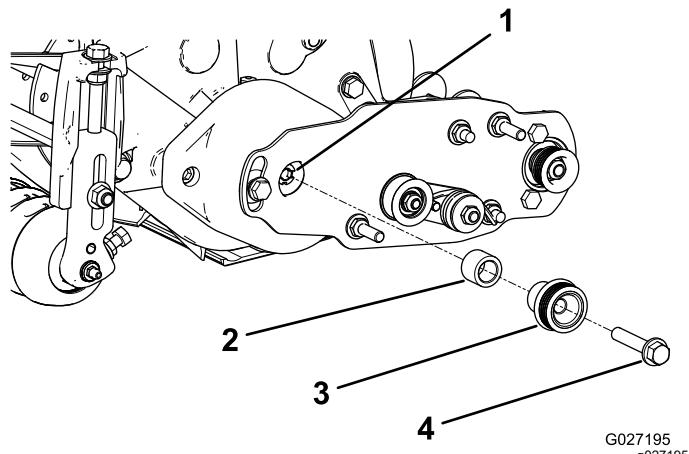

Figure 15
1. Insérez l'entretoise sur l'arbre du logement de roulement (Figure 15).
2. Insérez la poulie d'entraînement dans l'entretoise et sur l'arbre d'entraînement (Figure 15).
3. Fixez la poulie et l'entretoise à l'arbre d'entraînement au moyen d'un boulon à embase (3/8" x 2") ; voir Figure 15.